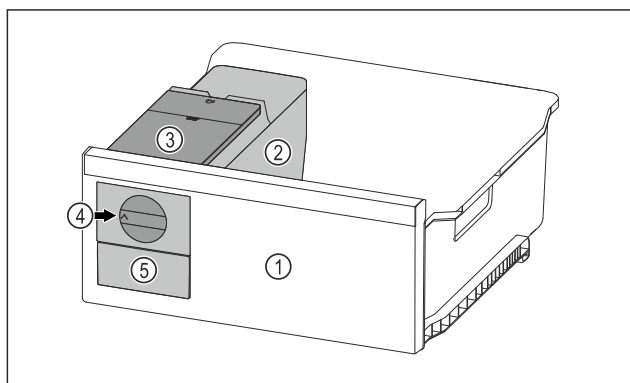

Fig. 70 Przykładowa prezentacja
- ▶ Pokrętko Fig. 70 (4) obrócić zgodnie z ruchem wskazówek zegara.
- ▷ Kostki lodu wypadają do pojemnika na kostki lodu w szufladzie na kostki lodu Fig. 70 (5).